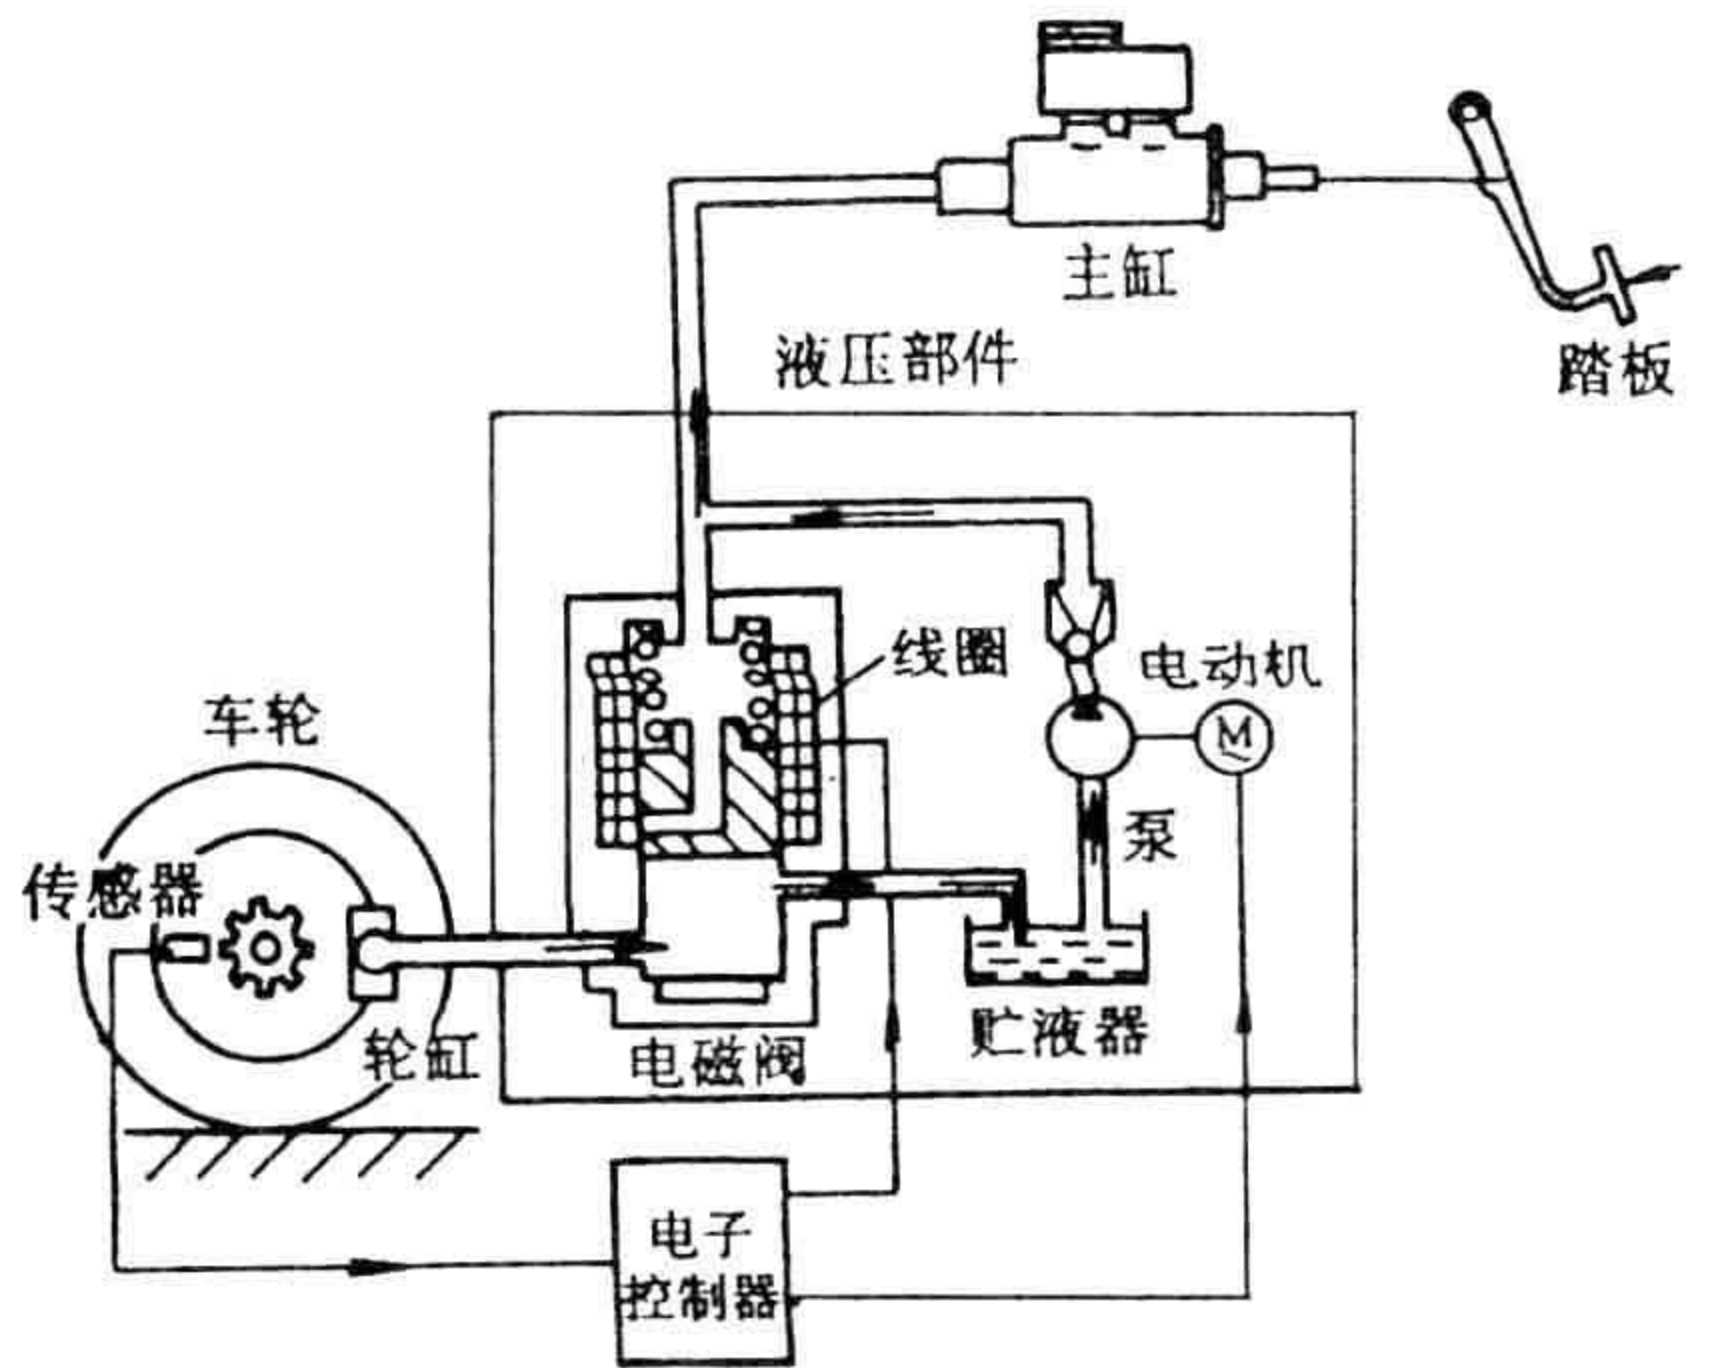

图 2-6-13 减压过程
3) 减压 当 ABS ECU 向电磁线圈通入一个最大的电流值时，电磁阀处于减压位置，此时电磁阀将轮泵和回油通道相通或与贮液器相通，使轮泵中的制动液流经电磁阀，流入贮液器，使轮泵制动压力迅速下降，如图 2-6-13 所示。